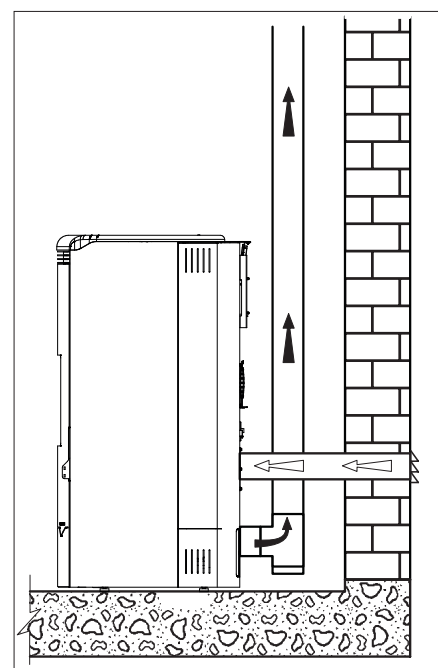

Abb. 5.4d
- Den Verbrennungslufteinlass des Ofens über einen speziellen Kanal mit dem Lufteinlass verbinden (Abb. 5.4d).